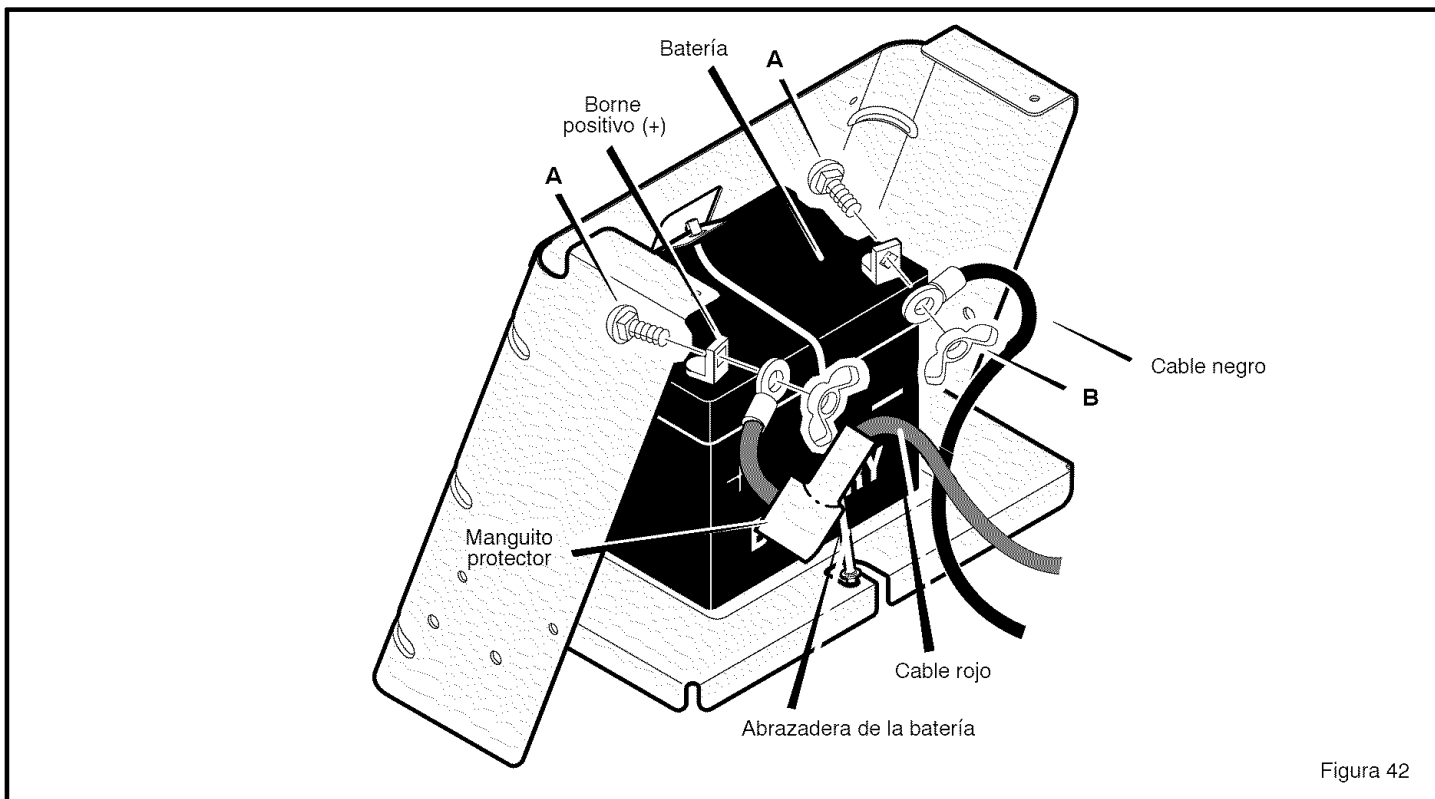

Figura 42
2. Revise la parte superior y los lados de la **batería (1)** para la ubicación de la fecha de la batería. (Figura 42).
2. Conecte el **cable rojo** y el **manguito protector** al **borne positivo (+)** con los sujetadores como se indica (Figura 42).